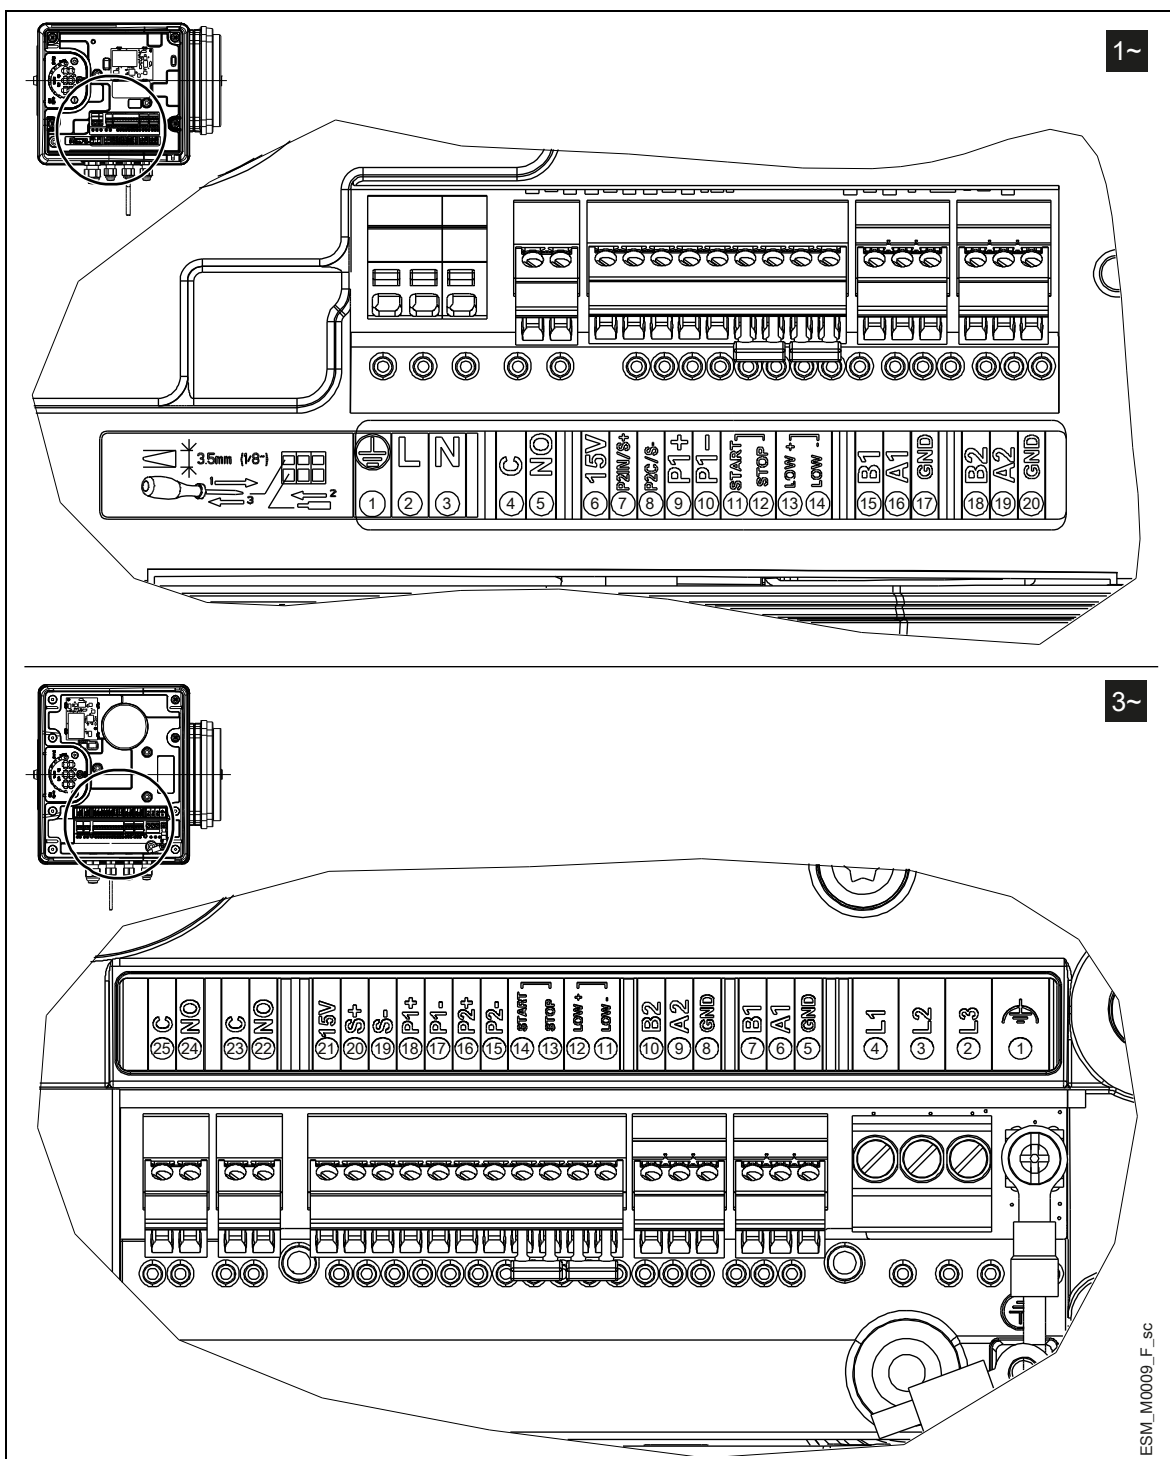

Bild 10: Anslutningsetikett
2. Anslut kabeln enligt trådningsdiagrammet.	Fig. 10